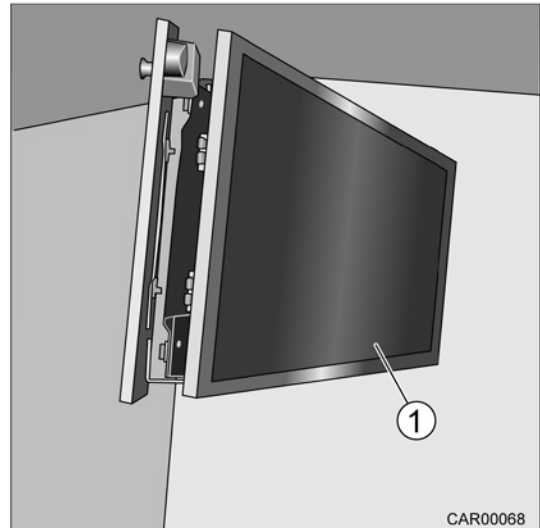

Fig. 160 Système coulissant de l'écran TV dans la chambre
3. Tirer le système coulissant de l'écran TV (Fig. 160/1) en dehors.